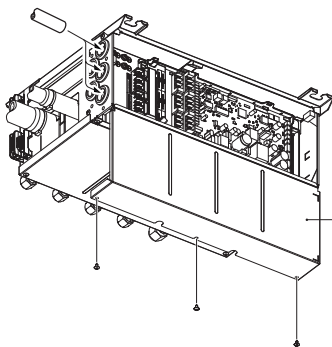

Fig. 8-5
8.1. Όταν χρησιμοποιείται προστατευτικός αγωγός καλωδίων (Fig. 8-5,6,7)